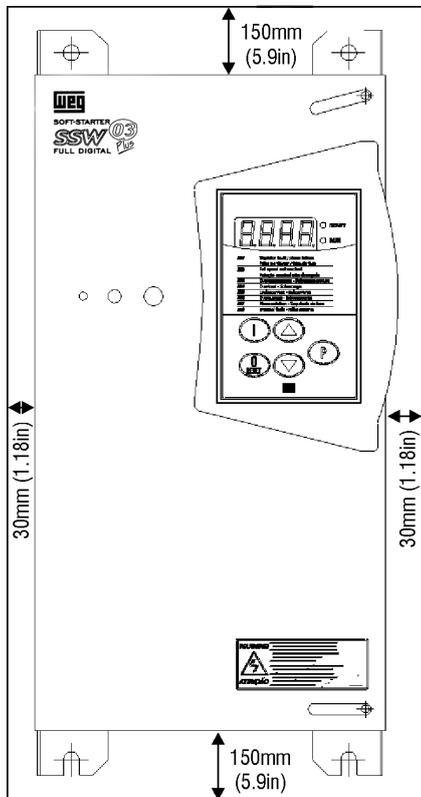

Figura. 3.1 - Espaços livres para ventilação
- Deixe no mínimo os espaços livres ao redor da SSW-03 Plus conforme a figura 3.1.